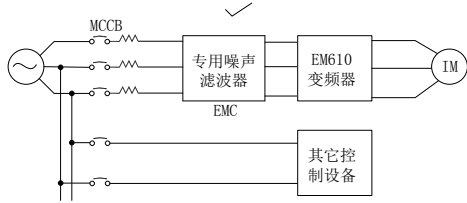
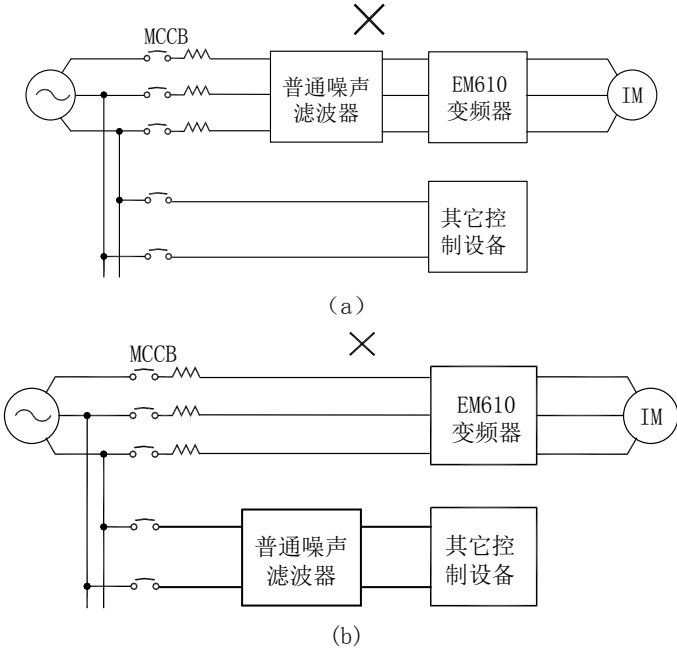

图 3-6 噪声滤波器的正确安装
图 3-7 噪声滤波器的错误安装
- 噪声滤波器的正确和错误安装方式如图 3-6 和图 3-7 所示。